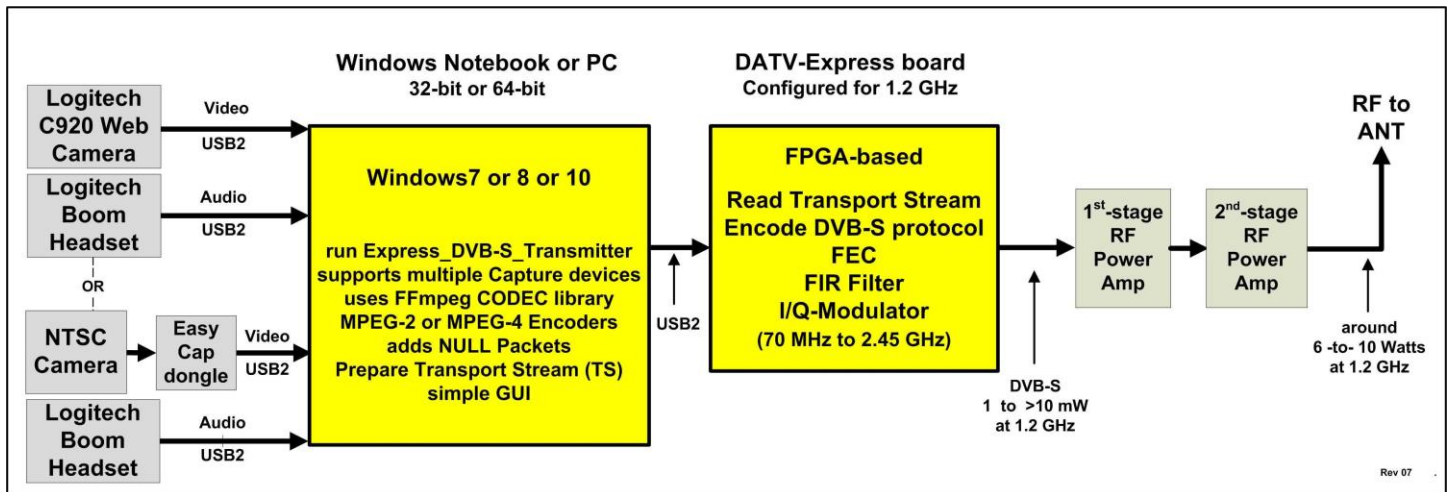
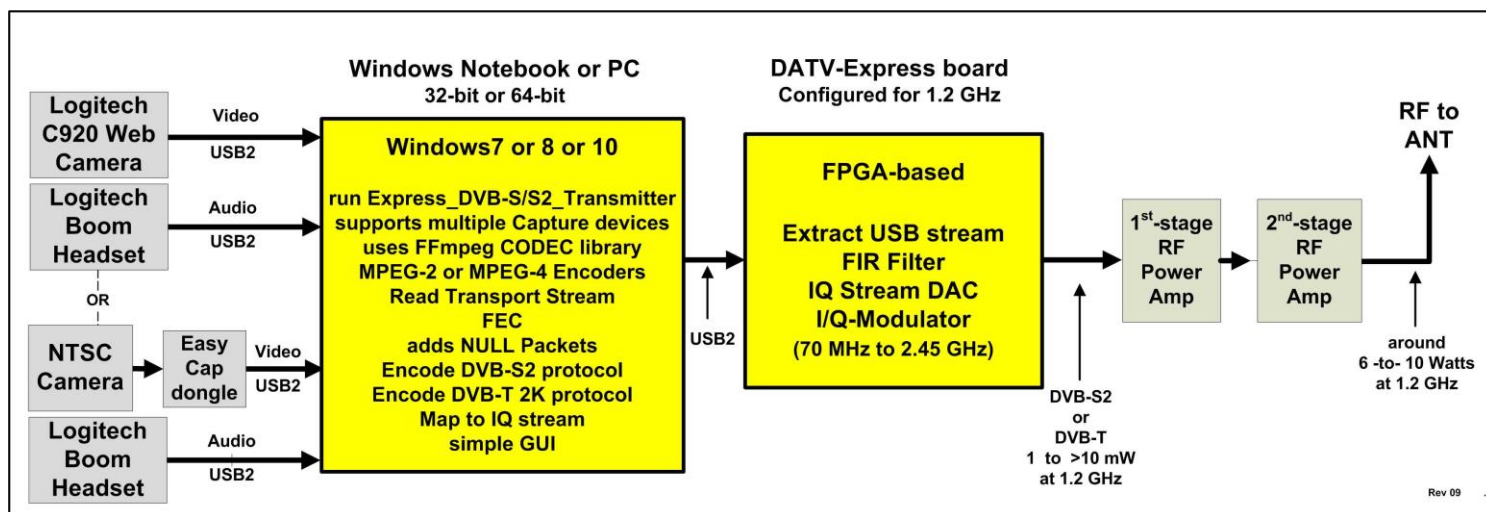

Figure 1 - Diagramme bloc de la carte DATV-Express avec logiciel v1.23 pour le protocole DVB-S
Figure 2 - Diagramme de bloc de la configuration de carte DATV-Express typique avec le logiciel v1.23 pour le protocole DVB-S2 ou protocole DVB-T
Ce guide de l'utilisateur couvre l'utilisation du logiciel Express DVB-S Transmitter pour piloter la carte DATV-Express Emetteur, dans l'environnement Windows 32 bits ou 64 bits sur un ordinateur de bureau ou un ordinateur portable processeur Intel, comme représenté sur la **figure 1** et la **figure 2**. Pour préparer le protocole DVB-S, le PC sous Windows capture le flux d'entrée vidéo / audio, et utilise des CODEC logiciels pour le codage, prépare le Transport Stream (TS) et gère l'interface graphique. Le circuit FGPA réalise la grande partie du travail de création du protocole DVB-S, et ajoute les calculs de correction d'erreur directe (FEC) (comme représenté sur la **figure 1**). Des circuits mettent en forme les signaux IQ et l'IC Analog Devices ADRF6755 module le signal RF.
Lors de l'exécution du protocole DVB-S2, le FPGA est trop petit pour coder ce protocole DVB-S2, cette restriction est aussi valable pour le protocole DVB-T, qui doit être encodé par l'ordinateur Windows (comme représenté sur la **figure 2**)
L'émetteur DATV-Express DVB-S / S2 nécessite un ordinateur de bureau ou portable Windows pour effectuer tous les traitements DVB-S. Le PC avec Windows capture les flux vidéo et audio, puis envoie le flux de données de transport (TS) à la carte DATV-Express par le port USB2. Le FPGA sur la carte réalise tout l'encodage du protocole DVB-S, voir la Figure 1 de la page précédente qui présente une configuration typique d'un émetteur 1.2 GHz.